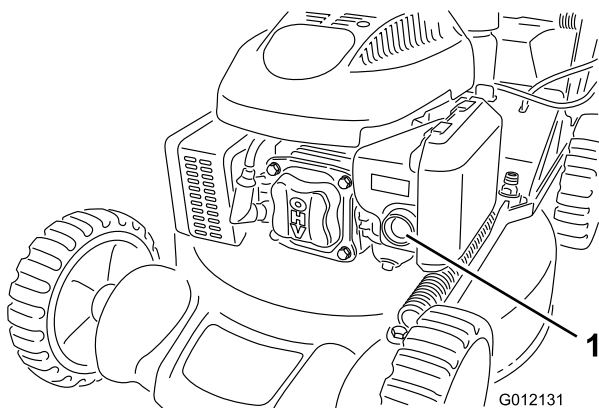

Figura 11
1. Apriete el cebador 3 veces con el dedo pulgar, presionando con fuerza, y manteniendo la presión durante un segundo antes de soltarlo (Figura 11).